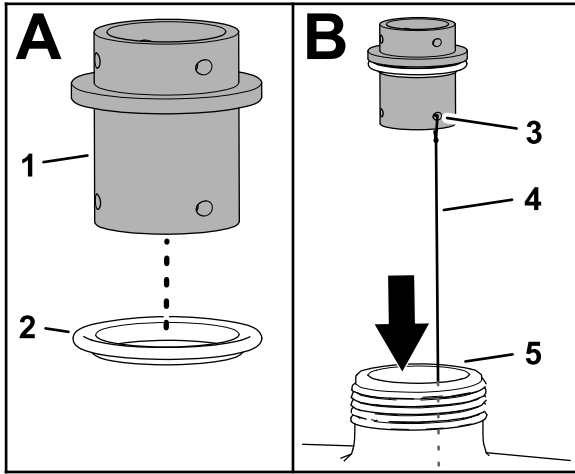
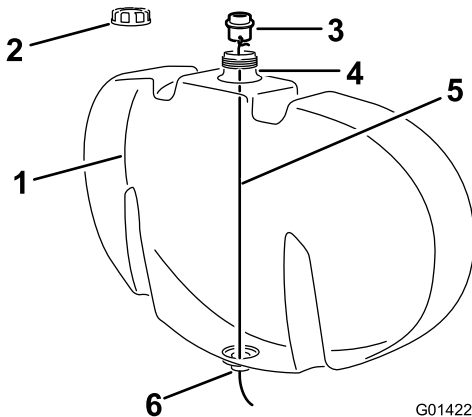

Bild 5
Bild 6
- A. Setzen Sie eine durchsichtige Dichtung auf das Schottanschlussstück, wie in **Bild 5** abgebildet.
- D. Führen Sie den Draht durch die Öffnung im Behälterfüllloch und verlegen ihn durch das offene Loch unten am Behälter (**Bild 5** und **Bild 6**).
- B. Befestigen Sie einen ca. 122 cm langen Draht durch eines der Haltegabel-Löcher im Schottanschlussstück, wie in **Bild 5** abgebildet.
- C. Nehmen Sie den Deckel vom Spülbehälter (falls vorhanden) ab (**Bild 6**).